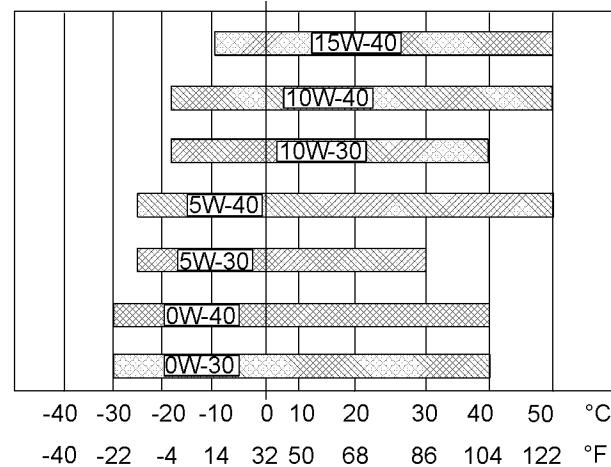

図 57
冷めたエンジンを始動するのに必要なオイルの粘度を判断するには、図57 (最低温度) を参照してください。
想定される最高外気温度でエンジンを運転する際のオイル粘度を選定するには、図57 (最高温度) を参照してください。
- 適切な“推奨油粘度”を参照してください。図57 を参照して、各エンジンに適した粘度等級を確認してください。